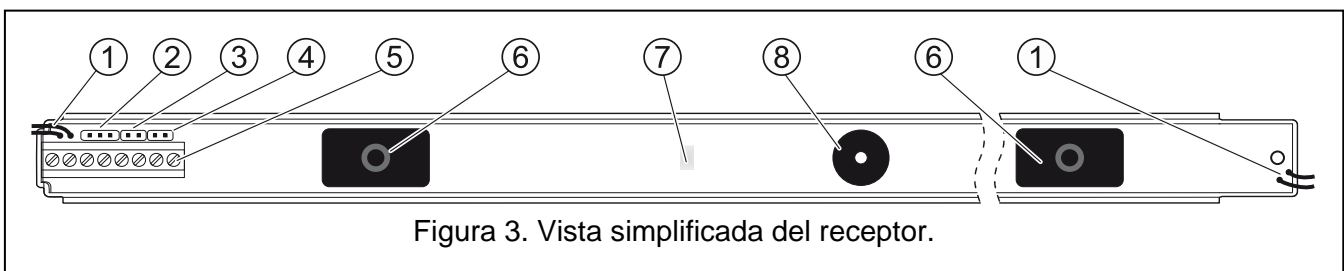

Figura 3. Vista simplificada del receptor.
Leyenda de la figura 3:
- Quitar el jumper de los pins SAP (ver: descripción de los pins designados (3) en la figura 3).